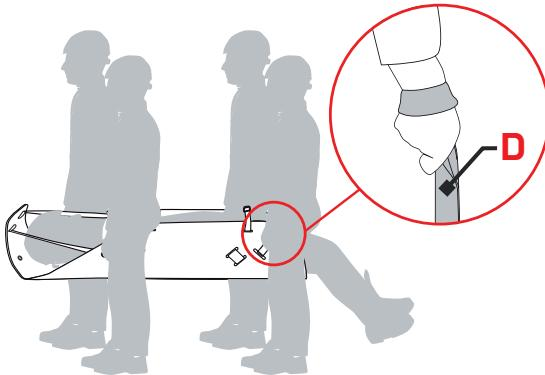
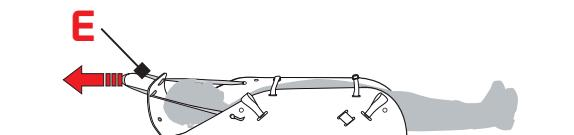
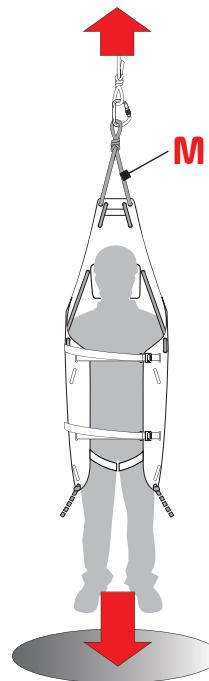

Fig.3
Fig.4
Fig.5
- 1:3 = carico d'uso: 150 kg per sollevamento manuale mediante le maniglie (D) - (fig. 3),
- 1:3 = carico d'uso: 150 kg per trascinamento manuale mediante la fettuccia (E) - (fig. 4),
- 1:10 = carico d'uso: 150 kg per sollevamento/calata con dispositivi di salvataggio mediante la corda (M) - (fig. 5).
Il telo “**HALF ROLLY**” è adatto per sollevare e trasportare il paziente mediante le maniglie laterali (fig. 3), trascinarlo mediante la fettuccia (fig. 4) e sollevarlo/calcarlo in verticale mediante la corda statica (fig. 5).